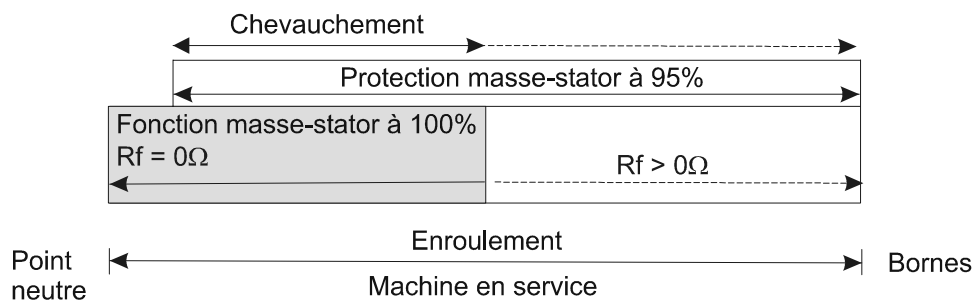

Figure 1
- La fonction à 95% protège les 95% de l'enroulement statorique vus à partir des bornes. Il y a donc un chevauchement, c'est-à-dire une redondance entre les deux protections, comme indiqué à la Figure 1.